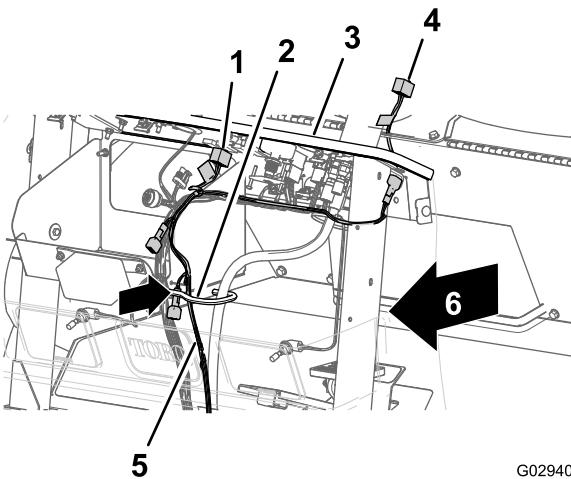

图 15
3. 安装线束的 240cm 仪表板支管穿过前舱壁开口处的橡胶套并穿过电缆及软管钩的内侧 **图 15**。